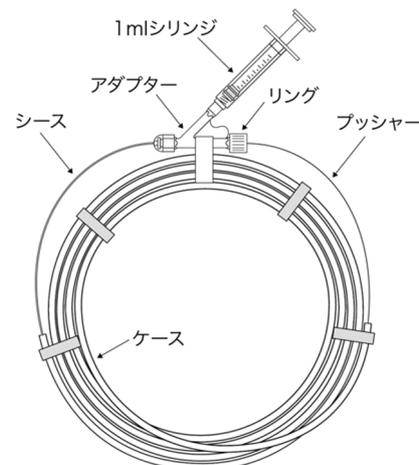

図6. PVA ロッドの膨潤方法概略図
- ⑥ 血管造影図を参考に病変部に適したサイズのコイルを選択する。
- ⑦ 液漏れしないようにアダプターのリングを締めて、図6の通り、アダプターからシース内にヘパリン加生理食塩液を1ml程度注入して、PVA ロッドを膨潤させる。